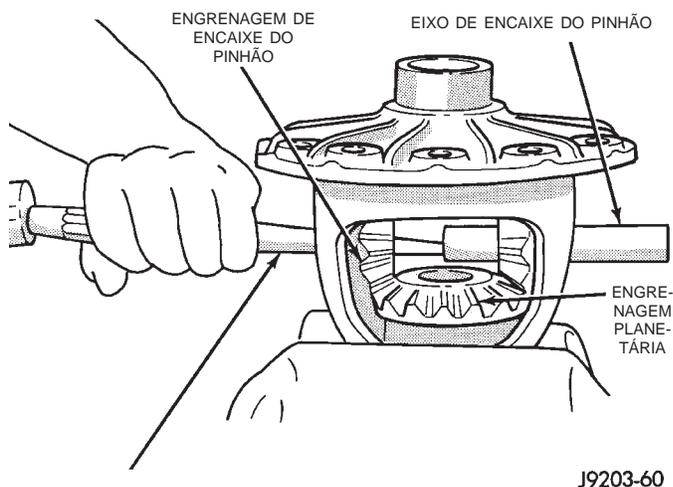

Fig. 37 Remoção do Eixo de Encaixe do Pinhão
(1) Remova a coroa.
(2) Remova o pino-guia que mantém o eixo de encaixe na carcaça.
(3) Remova o eixo de encaixe da engrenagem do pinhão (Fig. 37).